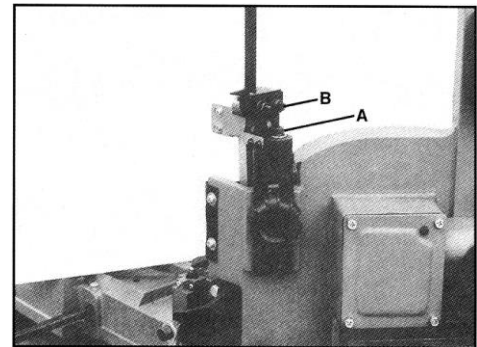

Рисунок 13
3. Ослабьте болт поз. А рис. 13 и установите задний подшипник так, чтобы между ленточной пилой и подшипником был зазор 0,08 – 0,12 мм.
4. Вращайте эксцентриковый болт поз. А рис. 13 так чтобы подшипники зажали ленточную пилу между собой. При этом ленточная пила должна свободно перемещаться «вверх-вниз» так как показано на рисунке 14.